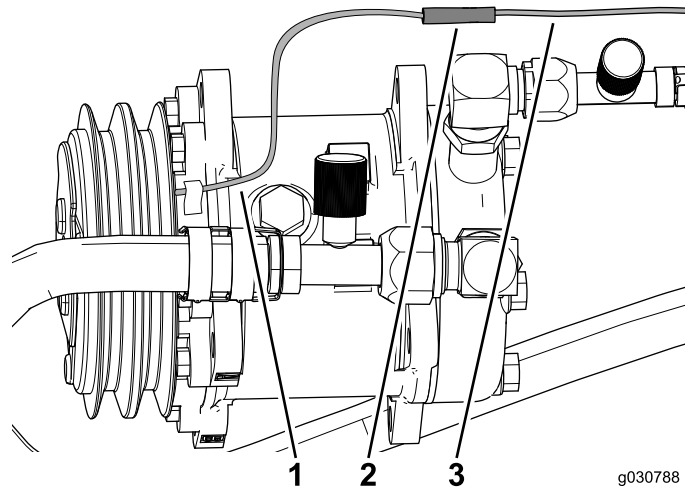

図 49
3. エアコン用コンプレッサから出ている電線をワイヤハーネスのコネクタに接続する 図 49。